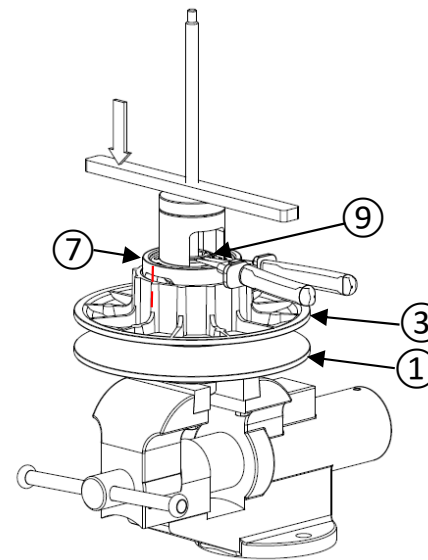

Figure 31
- Assemblez la came ⑦ sur l'arbre du flasque fixe ① avec l'outil de démontage. Positionnez la clavette ⑧ dans la rainure de l'arbre du flasque fixe ① (figure 31 et 32).
- Mettez l'anneau élastique ⑨ sur la came ⑦.
- Assurez-vous que le flasque fixe ① est bloqué en rotation, tournez le flasque coulissant ③ dans le sens horaire ou anti-horaire pour positionner les patins de came ④ du bon côté de la surface de glissement de la came, comme avant le démontage.
- Visser la barre de l'outil de démontage jusqu'à ce que la came ⑦ soit suffisamment basse pour installer l'anneau élastique ⑨.